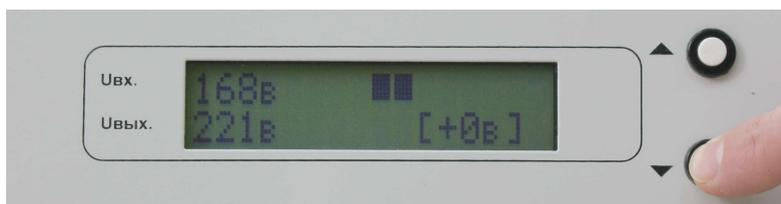

Рис. 2
1. Нажать и удерживать кнопку “ВНИЗ” (4 сек.) до появления на ЖК индикаторе, в нижней строке справа, числа в скобках [+0в], отображающее корректирующую величину среднего выходного напряжения (Рис.2).